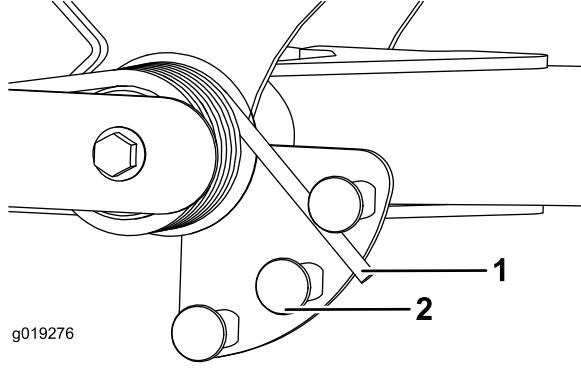

Рисунок 35
- Вставьте трубу или аналогичный предмет в длинный конец пружины и поверните его вокруг пружинного привода в нужное положение (Рисунок 35).